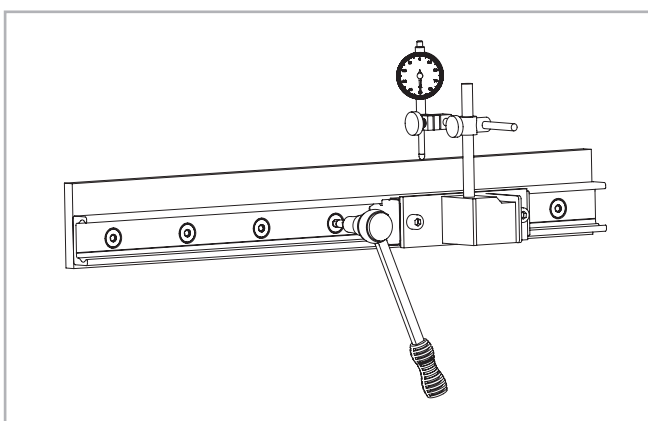

Fig. 161
(2) Montare un comparatore sul cursore in modo da misurare lo spostamento della guida rispetto ad una linea di riferimento. Posizionare ora il cursore al centro della guida e azzerare il comparatore. Muovere il cursore avanti e indietro coprendo di volta in volta la distanza tra due fori e allineare accuratamente la guida. Ora serrare le tre viti al centro di questa zona con la coppia di serraggio prescritta, vedere fig. 161.
(3) Posizionare il cursore ad un'estremità della guida e allineare con attenzione la guida al valore zero del comparatore.